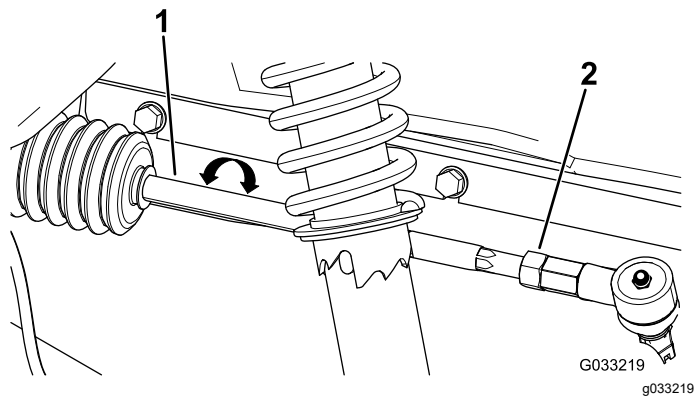

图 56
2. 如果测量值超出 06mm 应松开横拉杆外端的锁紧螺母图 56。